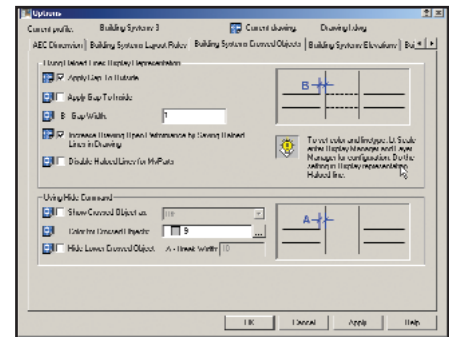

Рис. 8. Отображение невидимых объектов
- настроить способ отображения невидимых объектов. В закладке *Building Systems Crossed Objects* (рис. 8) диалогового окна Options настраивается вид объектов, пересекающихся в плане, но лежащих на различных высотных отметках. Нижележащие объекты ABS автоматически отображает пунктирной линией;